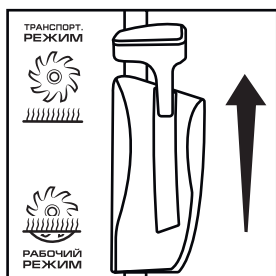

Рис. 28
- Переведите рычаг положения вала в транспортное положение (Рис. 28).
2. Переведите рычаг включения вала в транспортное положение (Рис. 28).